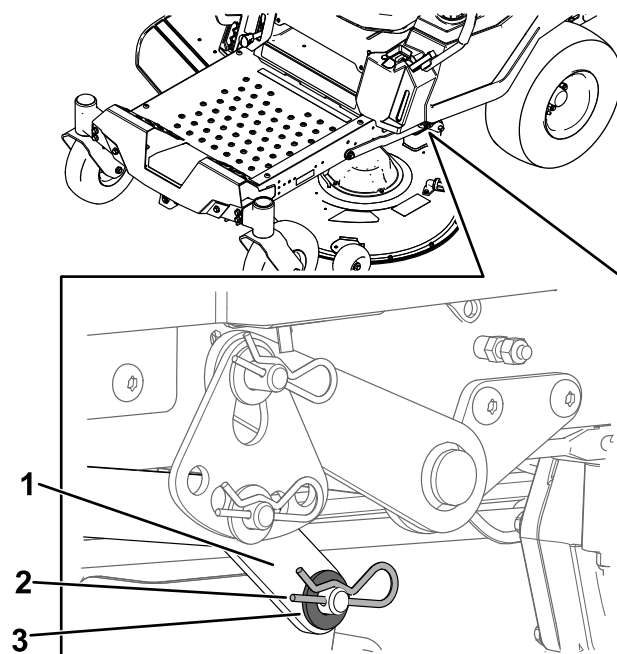

Figure 69
6. D'un côté de la machine, retirez la rondelle et la goupille fendue de l'axe du tablier (Figure 69).
7. Déposez le bras de levage de l'axe du tablier (Figure 69).
5. D'un côté de la machine, soulevez l'arrière du tablier de coupe et installez le bras de levage sur l'axe du tablier (Figure 69).
6. Installez le bras de levage avec la rondelle et la goupille fendue (Figure 69).